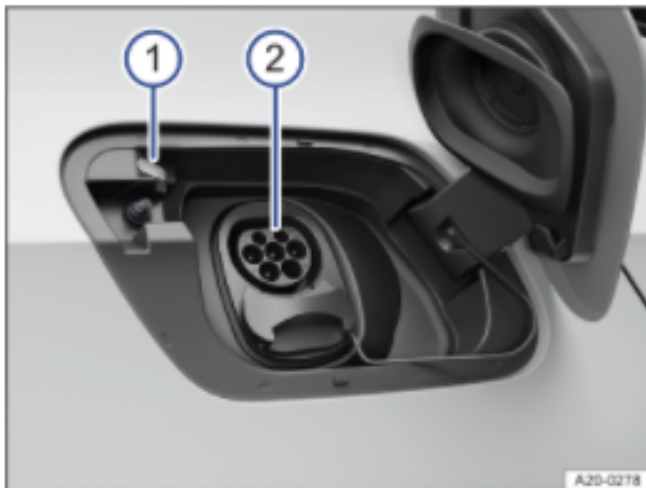

Abb. 1 Hinter der Batterieladeflappe hinten rechts: Ladedose.
- ① Ladevorgangsanzeige (→ Ladevorgangsanzeige).
- ② Ladedose.
Ladestation, Wallbox, Netzsteckdose: Die Hochvoltbatterie des Fahrzeugs kann über den oberen Anschluss der Ladedose mit **Wechselstrom (AC)** geladen werden → Abb. 1 ②.